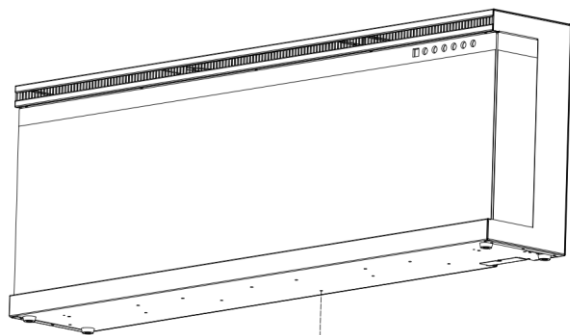

Fig 1-1
A. Togliere la vite d'argento nella parte inferiore dell'apparecchio. (Fig 1-1).